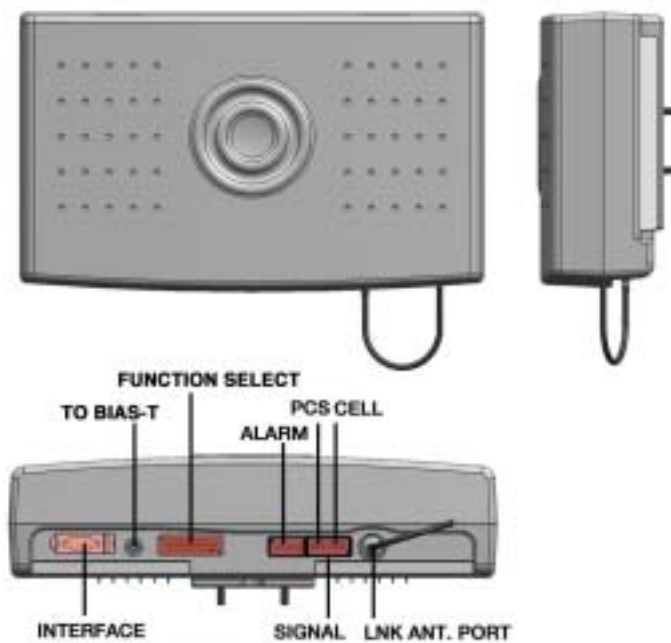

Fig. 4 DONOR UNIT(DU)
| Fig. 4 DONOR UNIT(DU) Image | ! | 가 | . |